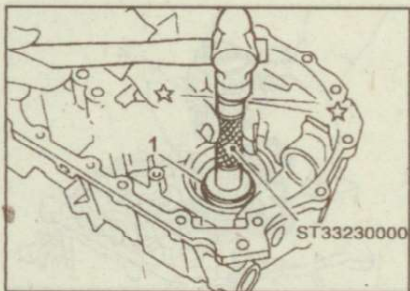

Рис. 9.59. Снятие сальника (1) дифференциала с картера сцепления
30. Специальным инструментом снимите сальник дифференциала с картера сцепления (рис. 9.59).